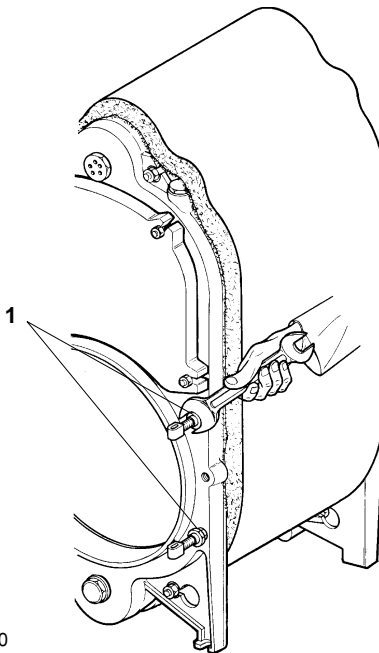

Рис. 10
4.06 (Рис. 10) Ослабить гайки 1 на правой боковине котла.